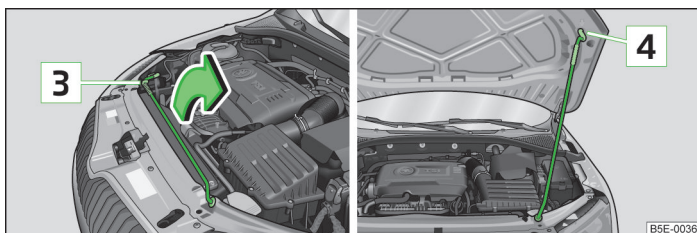

Fig. 181 Bloccaggio del cofano motore
- » Estrarre l'asta di supporto del cofano dalla propria sede  » fig. 181 nella direzione indicata dalla freccia e mettere in sicurezza il cofano aperto, in maniera tale che l'estremità dell'asta di supporto finisca nell'apertura .